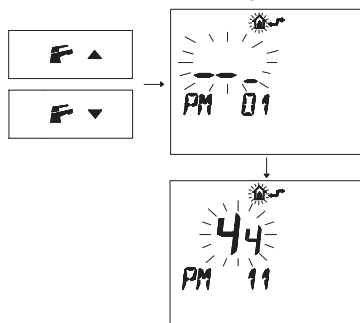

Figura 5.44
- Premere i pulsanti o per visualizzare la programmazione "PM11" della postcircolazione pompa (Figura 5.44).